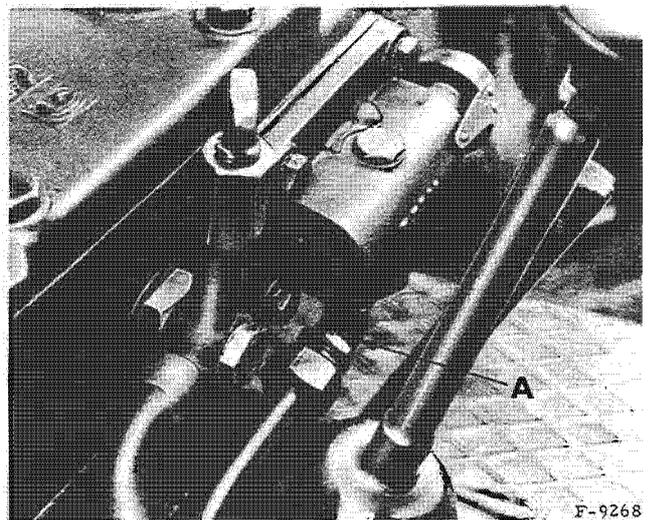

Fig. 45. - Assemblage tuyauterie - raccord coudé.
4. **IMPORTANT.** : Avant de monter le distributeur 4 voies sur le carter de relevage, vissez le raccord coudé de connexion directe (A, fig. 45).
7. Montez la tuyauterie de connexion directe sur le raccord coudé en la faisant passer sous la tuyauterie d'aspiration et fixez-la à l'arrière du relevage avec la dernière vis de la semelle du carter hydraulique (fig. 45, 46, 47 et 48).